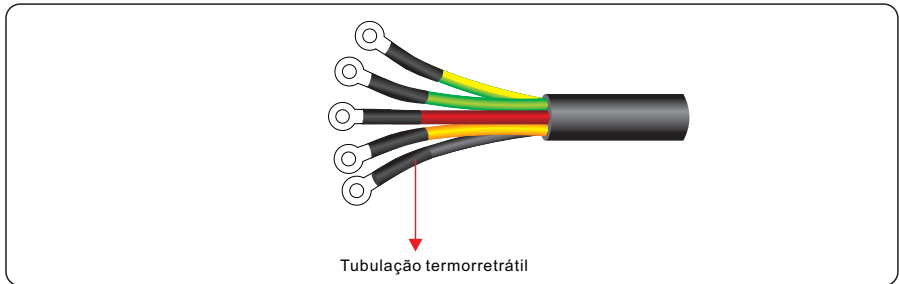

Figura 5.5 Crimpando o terminal OT
Passo 2 Insira os fios do núcleo exposto na área de crimpagem do terminal OT e prenda-os usando um alicate hidráulico. Envolver a área de crimpagem do fio com tubo termorretrátil ou fita isolante de PVC, conforme mostrado na Figura 5.5.